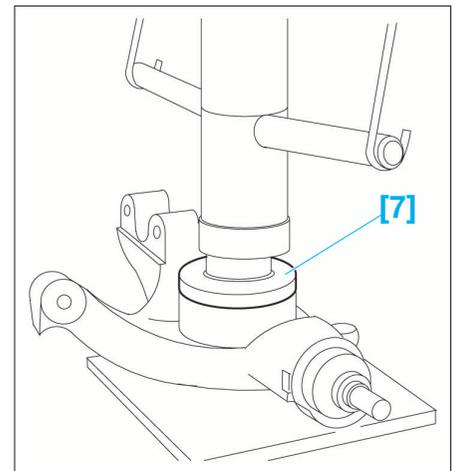

FIG. 24
- Poser l'outil [7] (embout de montage de roulement ref. 0621.L) (Fig.24).